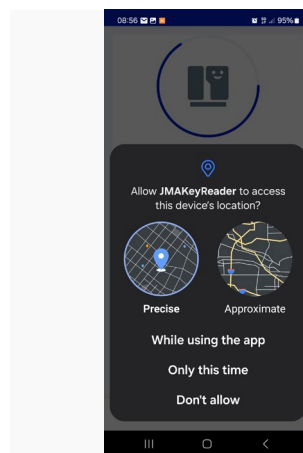

Fig. 10
1. Es importante permitir a la aplicación la localización, esto le permite buscar el dispositivo en su entorno (el no permitir el permiso de localización supondrá que la máquina no sea encontrada en AD-HOC). Ver Fig. 10